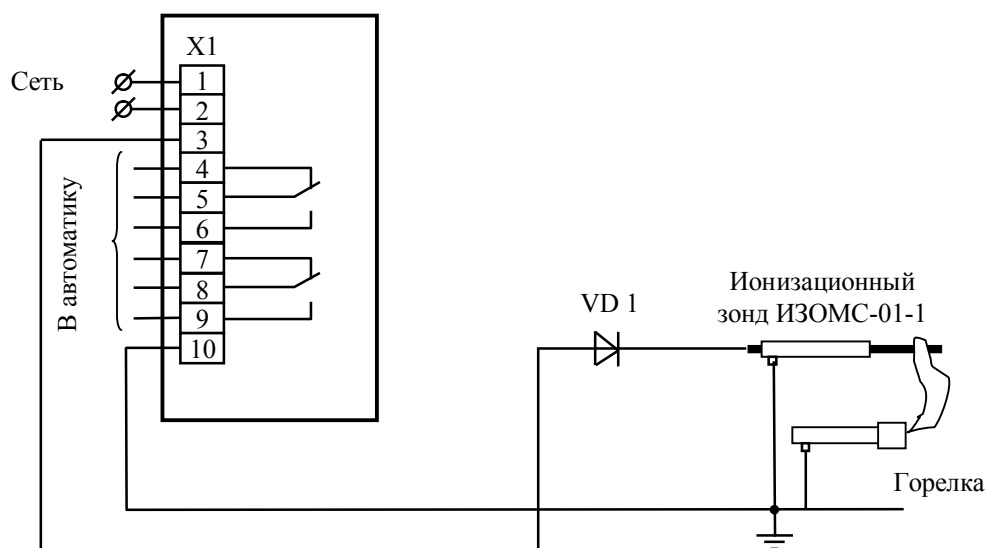

Рис. 3. Схема подключения датчика-реле контроля пламени ДПЗ-71 с использованием эффекта проводимости пламени.
7.6. Если конструкция горелки не обеспечивает необходимую величину детектирующего тока, датчик можно подключить по схеме рис. 3. В данном случае используется эффект проводимости пламени, детектирование тока обеспечивается диодом VD1.